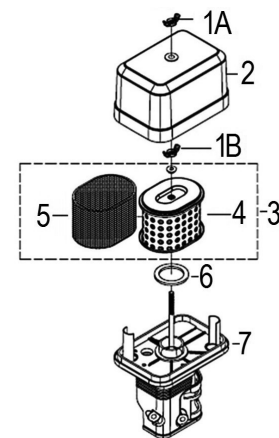

Рис. 15 Обслуживание воздушного фильтра
- Открутите барашковую гайку 1А и снимите крышку 2 воздушного фильтра (Рис. 15).
- Открутите барашковую гайку 1В и извлеките из корпуса воздушный фильтр 3 в сборе (Рис. 15).
- Проверьте целостность и чистоту фильтрующих элементов. Поролоновый (предварительный) фильтрующий элемент 5 установлен на корпусе бумажного фильтрующего элемента 4 (Рис. 15).
- Произведите очистку крышки 2 и корпуса 7 воздушного фильтра (Рис. 15), не допуская попадания пыли и грязи в воздухопровод, ведущий к карбюратору.
7. Перед установкой воздушного фильтра убедитесь, что уплотнительное кольцо 6 воздушного фильтра находится на месте и не имеет повреждений (Рис. 15).